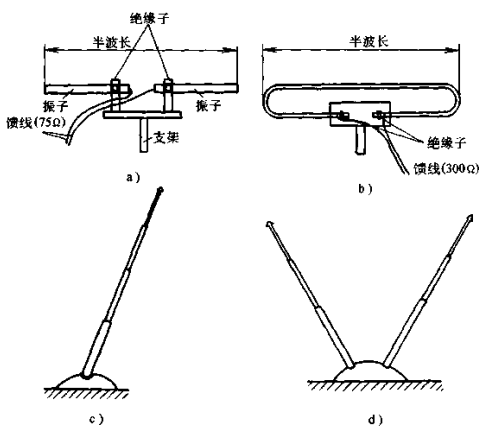

图 4-1 几种电视接收天线示意图
如图 4-1 所示是几种电视接收天线的结构和外形示意图。
(1) 天线阻抗。在天线接线端感应的信号电压与电流之比称为天线阻抗。这一阻抗是高频交流阻抗，不是直流电阻。从图 4-1 所示中可以看出，对半波振子天线的阻抗为 75Ω ，而折合振子天线的阻抗为 300Ω 。